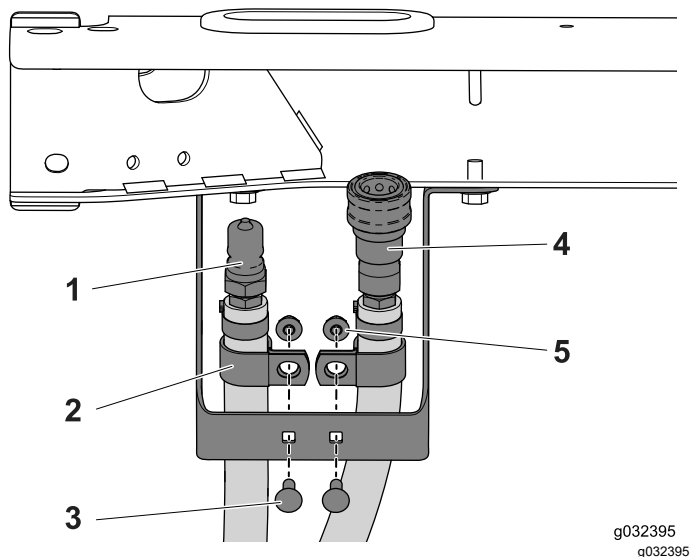

Figure 18
3. Placez un collier en R autour de chacun des flexibles (Figure 18).
4. Fixez le collier en R et le flexible sur le support à l'aide des 2 boulons de carrosserie (1/4 x 3/4 po) et écrous à embase (Figure 18).